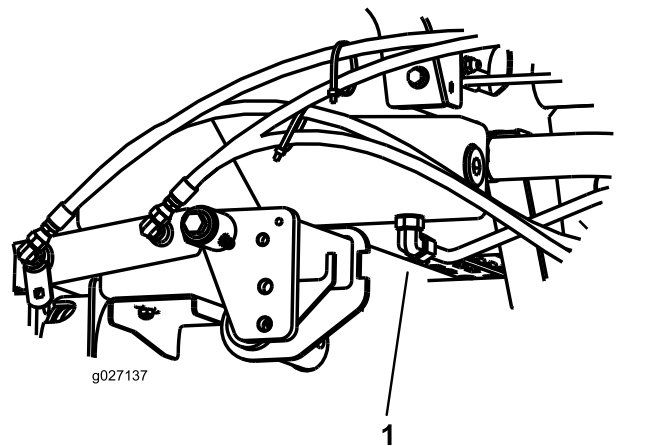

Figura 73
3. Coloque un recipiente grande debajo del acoplamiento situado en la parte inferior del depósito de fluido hidráulico (Figura 73).